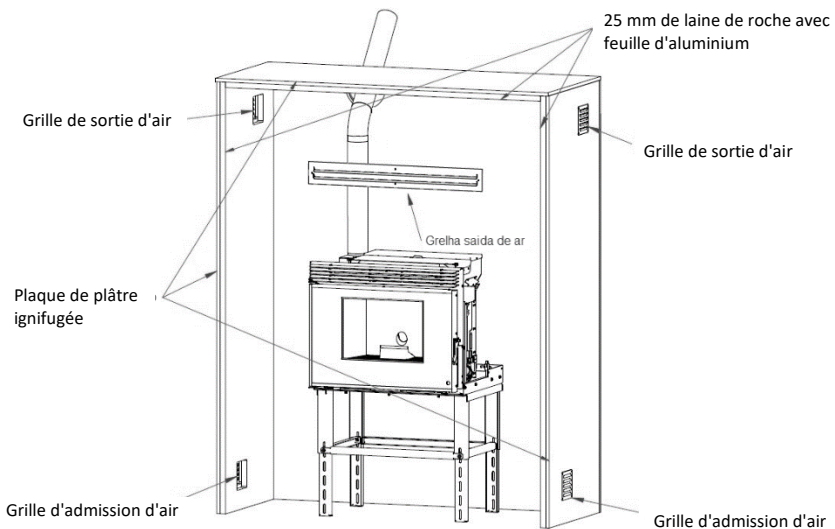

Figure 15 – Installation
- L'emplacement de l'ouverture de chargement doit respecter une certaine distance, dans laquelle X est toujours plus grand que Y, avec $Y > X * 0,7$. (Voir la figure 15). De cette façon, la pente sera suffisante pour que les granulés ne restent pas coincés dans le tuyau reliant la